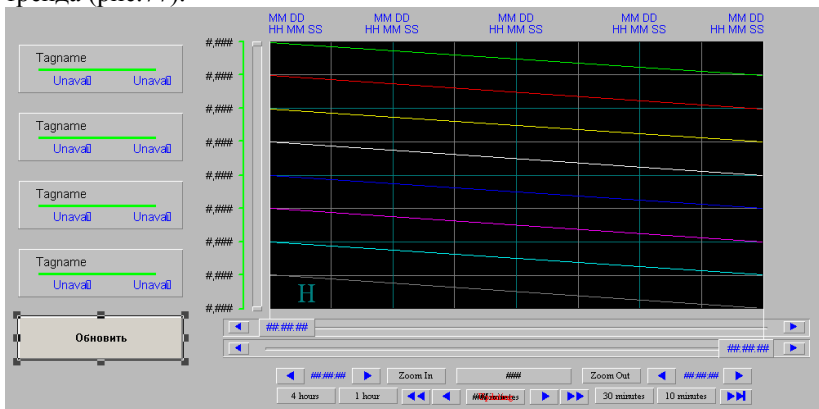

Рис.77. Окно вывода на экран исторических трендов.
2. С помощью мастер-объектов Hist Trend w/Scooter and Scale и Trend Pen Legend организовать вывод графической и числовой информации из архивных файлов. Ввести кнопку обновления исторического тренда (рис.77).